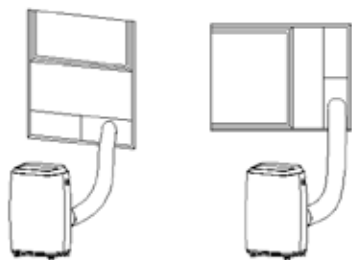

Fig. 5 & 5a
- 2) Som vist i fig. 5 og fig. 5a skal du installere udstødningsrøret og justere vinduespositionen omhyggeligt.